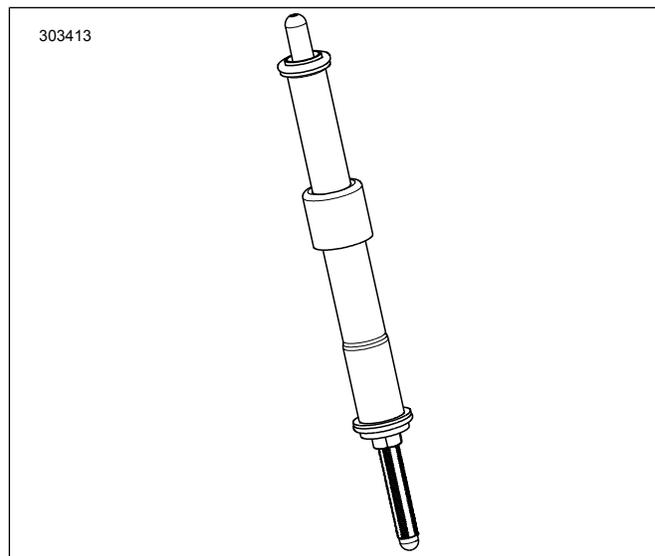

图4。安装至推杆罩中的推杆
7. 图 4 将进气推杆安装至推杆罩中。使用套件中提供的新部件更换 O 形环、下部推杆罩和弹簧罩夹头。确保推杆调节器端朝下。